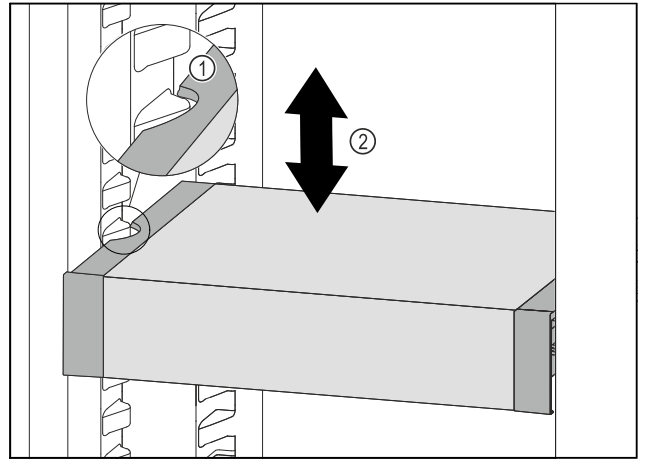

Fig. 137
- ▶ Vedä VarioSafe-laatikkoa ulospäin, kunnes VarioSafen sivuilla olevat lovet ovat jääkaappiosassa olevien kotelokiiilojen tasolla. Fig. 137 (1)
- ▶ Siirrä VarioSafe-laatikkoa ylös- tai alaspäin jääkaappiosassa haluttuun korkeuteen. Fig. 137 (2)